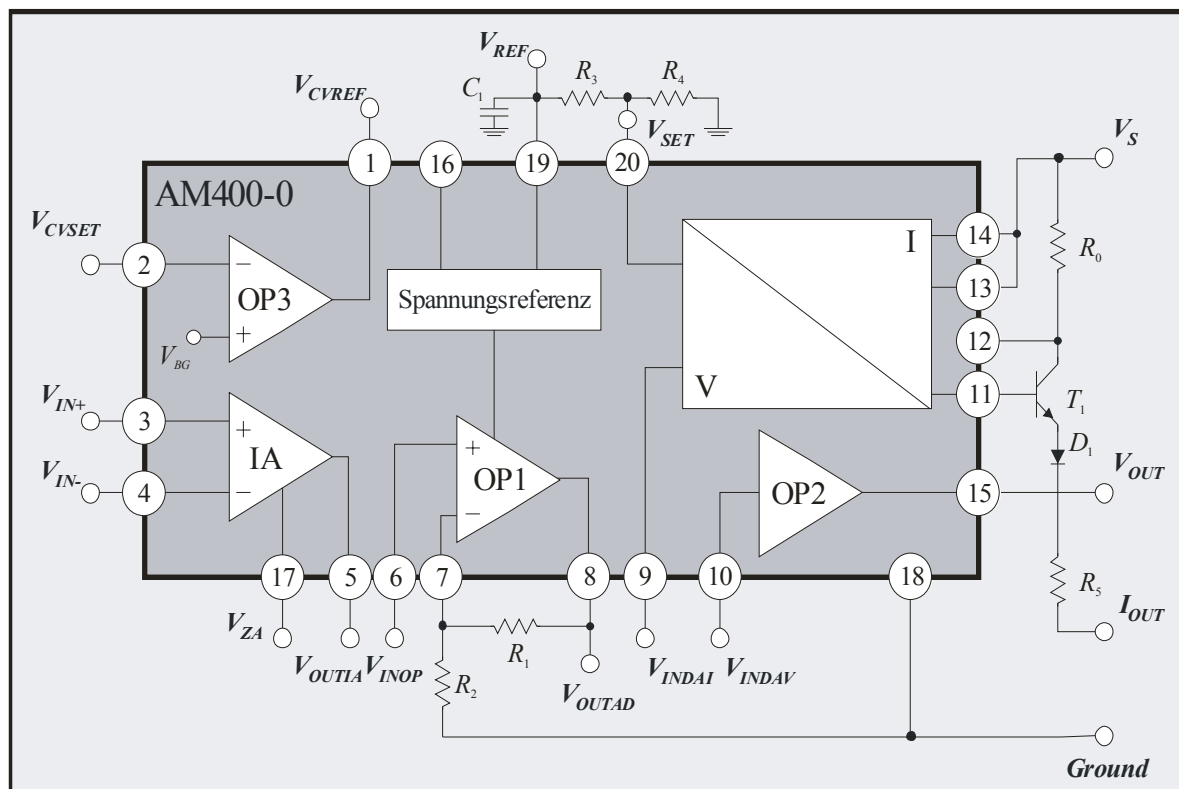

Abbildung 2: Blockschaltbild AM400 mit externen Bauelementen (3-Draht-Verschaltung für Stromausgang)
Der AM400 besteht aus mehreren modularen Funktionsblöcken, die durch externe Verknüpfungen zusammengeschaltet oder jeder für sich alleine betrieben werden können (siehe Abbildung 2). Sie sind in den elektrischen Spezifikationen separat beschrieben:
1. Zum Betrieb des AM400 muß **immer** die externe Kapazität  $C_1$  (hochwertige Keramikkapazität) kontaktiert werden (vgl. Abbildung 2). Es ist zu beachten, daß der Wert der Kapazität auch über den Temperaturbereich nicht den Wertebereich in den Randbedingungen auf Seite 7 verläßt. Im 2-Draht-Betrieb ist zusätzlich die Keramikkapazität  $C_2$  zu verwenden.